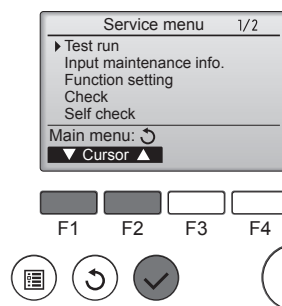

Fig. 8-1
- ① Wählen Sie „Test run“ (Testlauf) aus dem Service-Menü, und drücken Sie die Taste [AUSWAHL]. (Fig. 8-1)